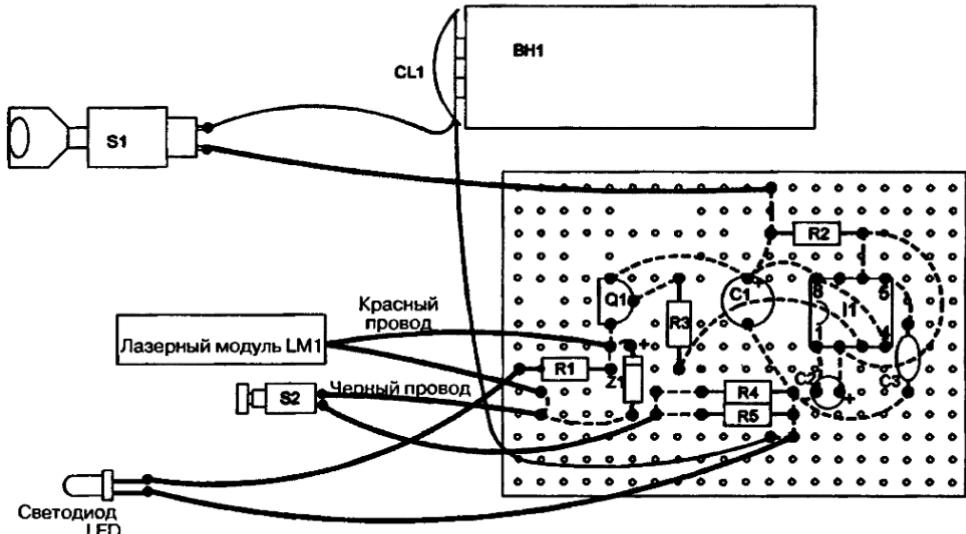

Рис. 11.3. Соединения платы для внешних подключений
2. Вставьте компоненты в макетную плату с перфорацией metallизированных отверстий, начав с левой стороны платы, и разместите их так, как показано на рис. 11.3, используя отверстия для ориентировки. Используйте выводы компонентов по мере соединений по схеме. Соединения показаны пунктирной линией и припаиваются с тыльной стороны платы. Рекомендуется до начала пайки примерить крупные детали.
3. Нарежьте, зачистите и облудите провода длиной 10 см для подключения S1 и светодиода LED. Выполните соединения этих компонентов, а также CL1 и LM1 (см. рис. 11.3). Обратите внимание на полярность лазерного модуля по цвету выводов. Красный вывод – положительный, черный – отрицательный.
С рис. 11.3